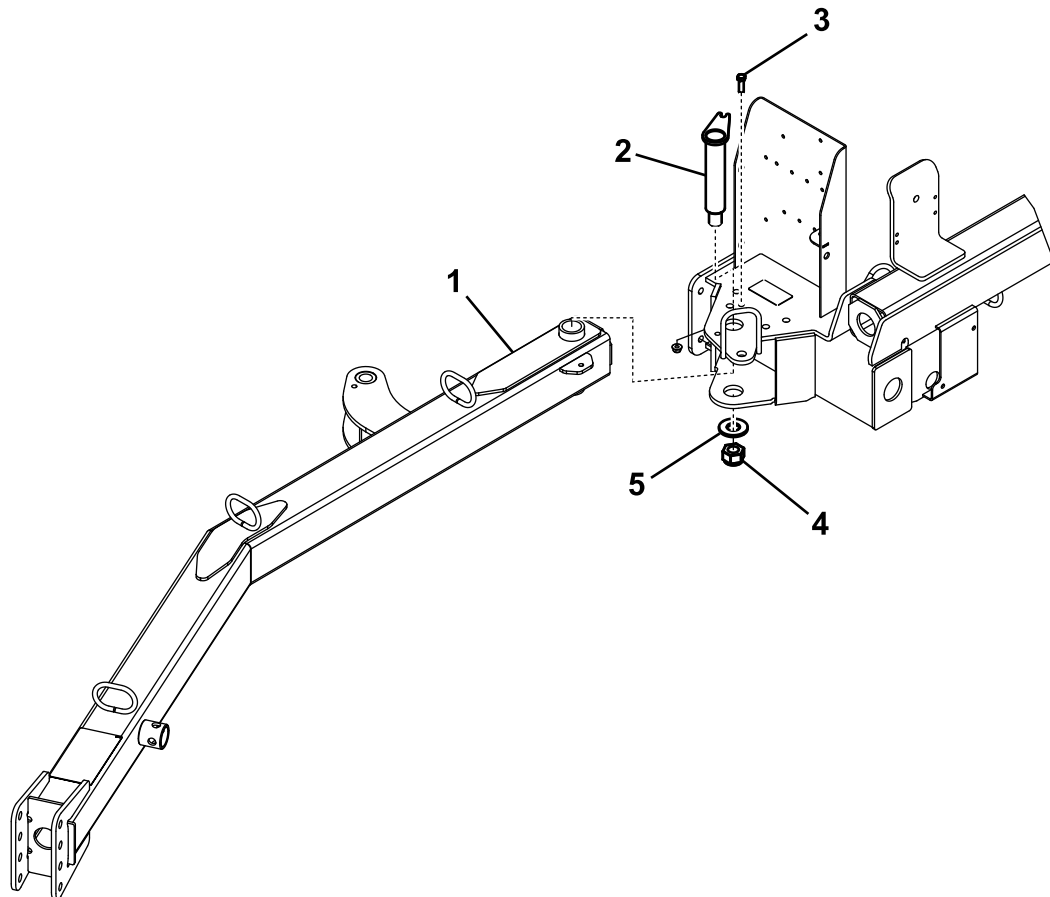

Figura 3
1. Introduzca el extremo trasero de la barra de tracción entre las placas de montaje de la barredora, alineando los taladros de montaje (Figura 3).
2. Introduzca el pasador de enganche por las chapas de montaje y la barra de tracción (Figura 3).
3. Sujete la parte superior del pasador del enganche a la placa de montaje con un perno (3/8" x 1¼") y una contratuerca (3/8") (Figura 3).
4. Sujete la parte inferior del pasador de enganche con una arandela grande, una tuerca grande y un tornillo de fijación de cabeza cuadrada (Figura 3).